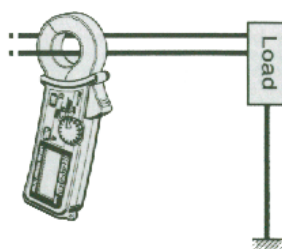

图 4 测量负载电流
- (1) 将量程开关旋转到适当量程。（确定被测电流不会超出所选量程范围）
- (2) 测量负载电流（图 4），按下钳口扳打开钳口并钳在一根导线上，显示屏显示被测电流值。